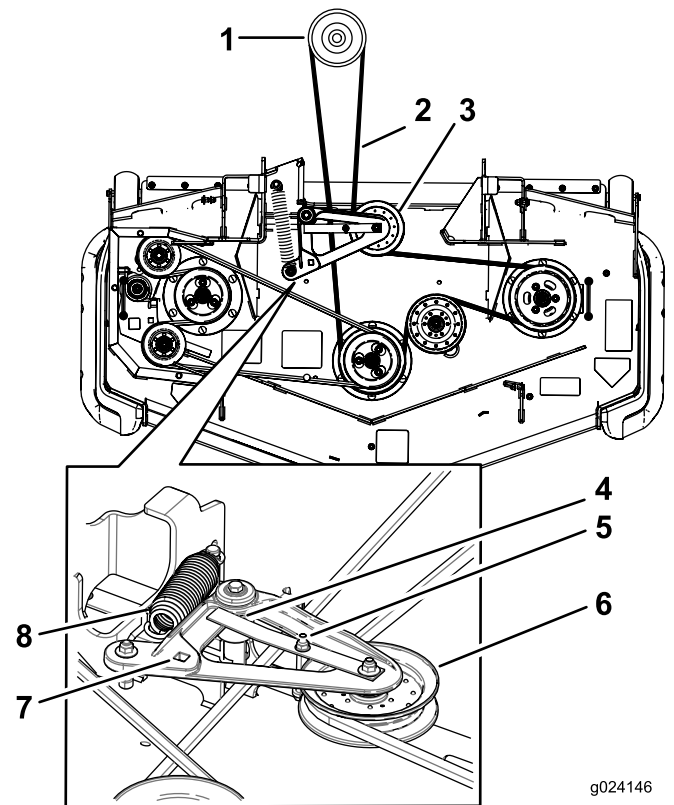

Figura 95
5. Levante la chapa de suelo e introduzca una llave dinamométrica en el taladro cuadrado del brazo tensor de la carcasa (Figura 95).
6. Gire cuidadosamente el brazo tensor de la carcasa de corte en sentido horario, levante la pestaña de la guía de la correa y retire la correa de la carcasa de corte del embrague (Figura 95).